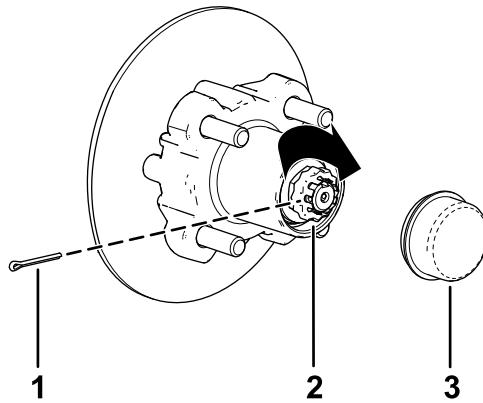

Figure 26
- Placez le frein d'écrou sur l'écrou et vérifiez que la fente du frein d'écrou et le trou dans la fusée sont alignés et permettent d'insérer la goupille fendue (Figure 26).
9. Insérez la goupille fendue et repliez chaque jambe autour du frein d'écrou (Figure 26).
10. Reposez le couvre-moyeu sur le moyeu (Figure 26).